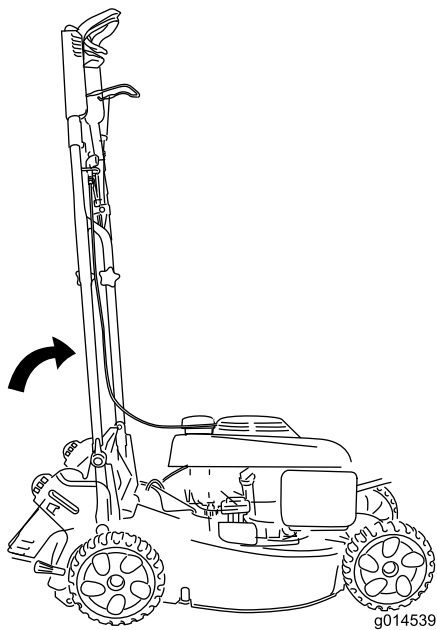

Figura 29
- Para almacenar la máquina en el menor espacio de suelo posible, deje el manillar en la posición vertical (Figura 29) y cierre los enganches del manillar.